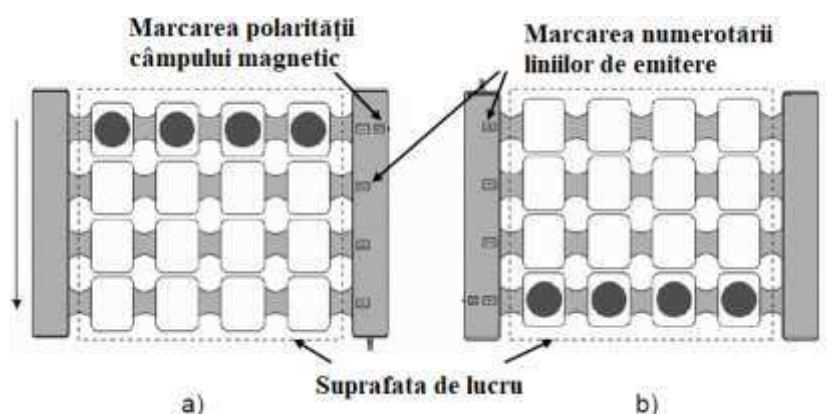
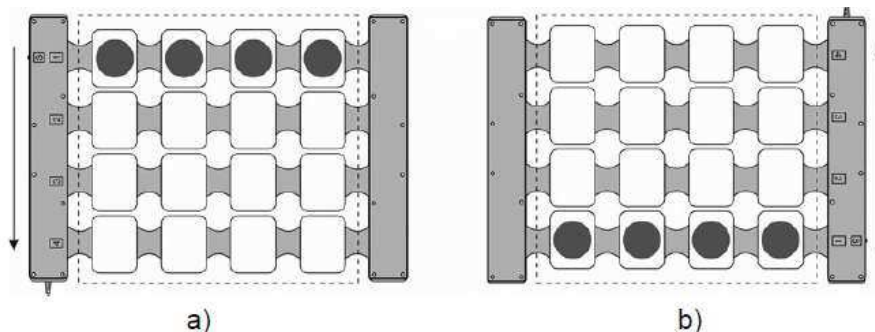

Fig. 16. Mergând pe orizontală, polaritatea câmpului magnetic de pe partea îndreptată spre tine este nord (marcaj de polaritate – N):
Fig. 17. Pe linia orizontală, polaritatea câmpului magnetic de pe partea îndreptată spre tine este sud (marcaj de polaritate – S):
- 1) „funcționare orizontală” (Fig. 16, Fig. 17) – excitarea simultană a tuturor inductoarelor într-o linie cu excitarea unidirecțională ulterioară a tuturor inductoarelor liniei adiacente conform unei legi ciclice; ciclul pentru acest tip de măturare este de patru „pași” de excitare a liniilor inductoare (în funcție de numărul de linii din emițător).